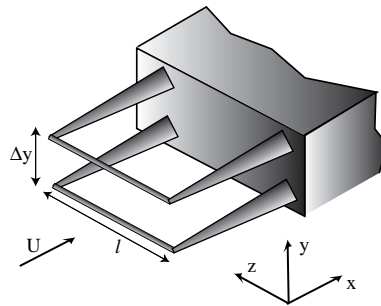

Figure 3: Dispositif à deux fils chauds pour mesurer la vorticité.
- e) On recueille en sortie du photomultiplicateur le signal électrique montré en figure 3. Calculer la composante u_y de la vitesse. La particule est-elle passée au centre du volume de contrôle ?